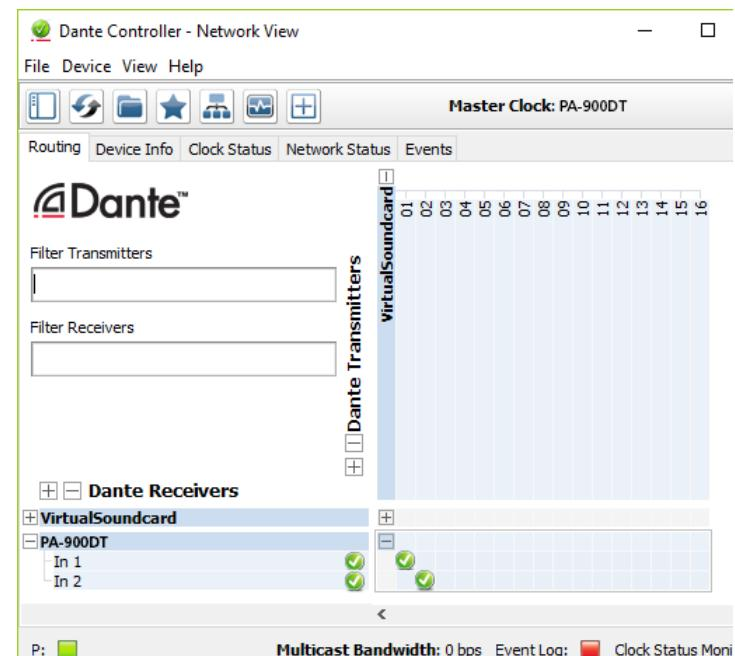

Abb. 9 Routing von der Tonquelle „VirtualSoundcard“ zum Empfänger „PA-900DT“
- 1) Im „Network View“-Fenster unter „Routing“ die Kanäle des gewünschten Dante-Transmitters unter „Dante Transmitters“ sowie die Kanäle des PA-900DT unter „Dante Receivers“ durch Klicken auf das田 öffnen (siehe Abbildung 9).